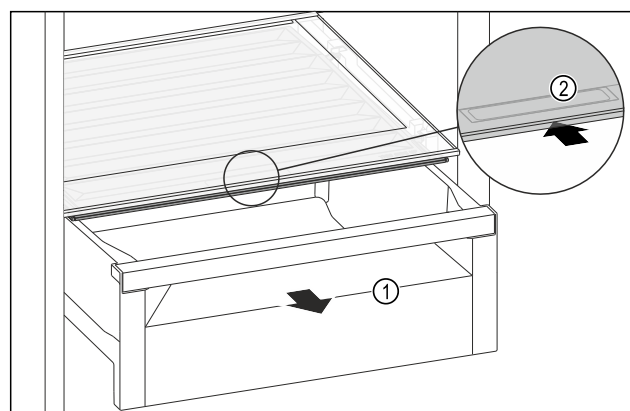

Fig. 167
- Schubfach Fig. 167 (1) herausziehen.
- Griffmulde Fig. 167 (2) am Fachdeckel anfassen und Fachdeckel gleichzeitig nach hinten schieben.